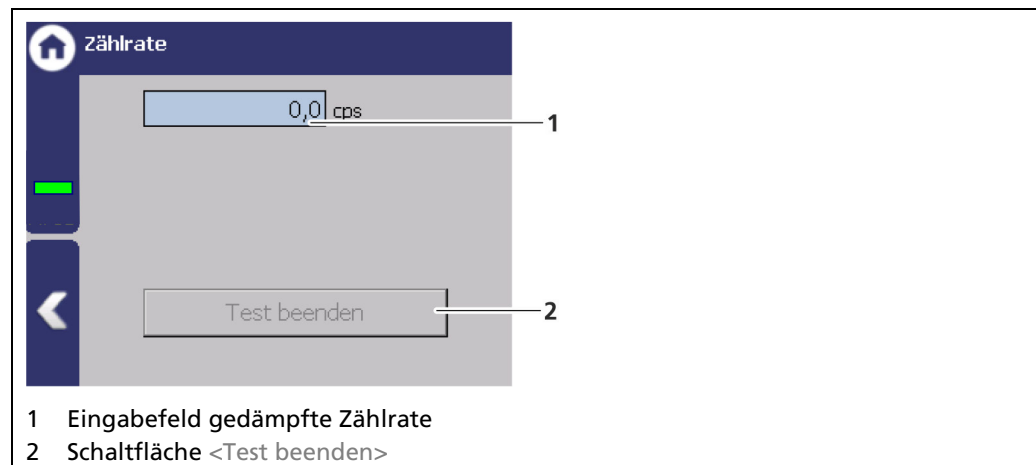

Abb. 100 Simulation Zählrate
1. Klicken Sie auf das Listenfeld (Abb. 100, Pos. 5) und wählen Sie „Fehler“ bzw. „ALARM“ für die Simulation aus.
2. Klicken Sie auf die Schaltfläche <Test beenden> (Abb. 100, Pos. 4), um die Simulation zu stoppen.